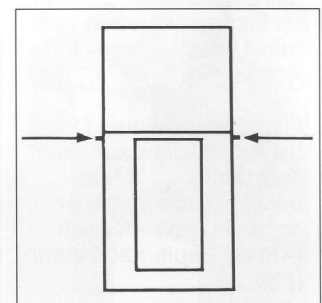

Fig. 19
9.2. Beim Öffnen der Formatmaske werden zwei seitliche Sicherungsstifte (11) herausgeschoben. So kann die Kassette mit geöffneter Formatmaske nicht versehentlich aus der Kamerarückwand genommen werden (Fig. 19).
9.2. When opening the mask two interlock pins from the side (11) will be extended. This prevents from taking the holder out of the camera inadvertently when the mask is open (fig. 19).
9.2. Lors de l'ouverture des caches de format, deux chevilles de sécurité (11) sortent latéralement. Ainsi le châssis ne peut pas être enlevé involontairement du dos de la chambre avec des caches de format ouverts (fig. 19).